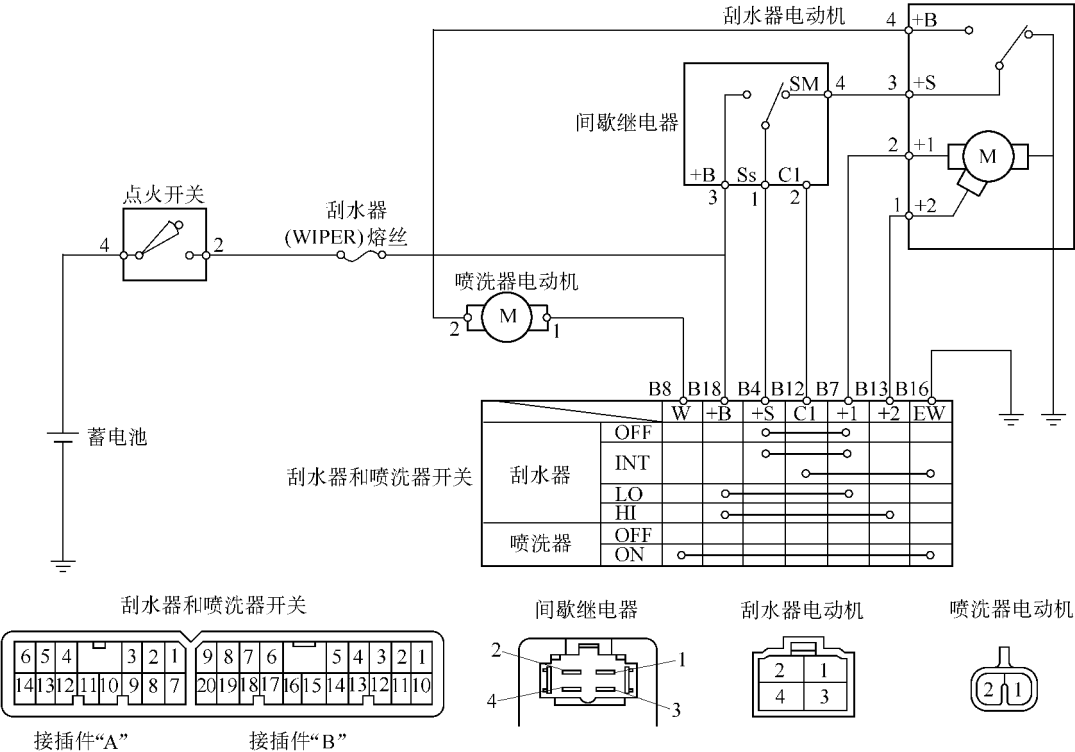

图 18-23 前间歇式带 W/O 间隔调整器配线和接插件图
- (2) 前间歇式不带 (W/O) 间隔调整器的配线和接插件如图 18-23 所示。